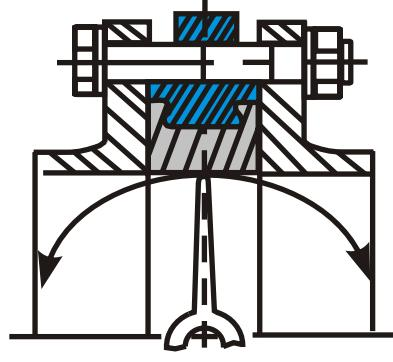

Рис.3 (правильно)
- Перед началом монтажа важно убедиться, что внутренний диаметр фланцев соответствует名义ному диаметру дискового поворотного затвора (рис. 3).